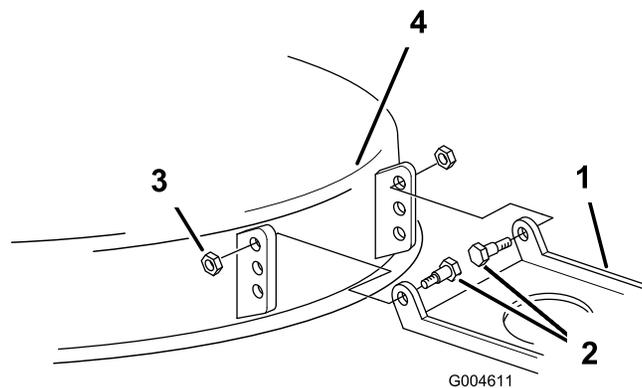

Bild 49
18. Wenn Sie keine Neigung nach vorne von 6 bis 16 mm durch Drehen der Neigungseinstellmutter erhalten, drehen Sie die Mähwerkbefestigungshalterung am Mähwerk (Bild 49).
19. Entfernen Sie die Ansatzschrauben und Sicherungsmutter vom Mähwerk (Bild 49).
20. Verlegen Sie das Mähwerksgelenk ein Loch tiefer und installieren Sie die Ansatzschrauben und Sicherungsmutter (Bild 49).